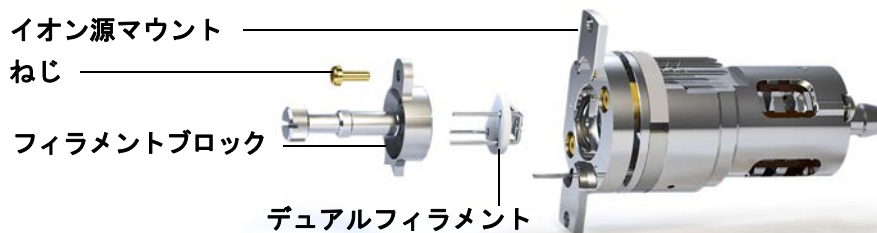

図 42 デュアルフィラメントの交換
- 4 フィラメントブロックをイオン源マウントに固定しているねじを外します。(144 ページの図 42 を参照してください。)
- 2 デュアルフィラメントの 3 本のピンをフィラメントブロックの背面に挿入します。 (144 ページの 図 42 を参照してください。)